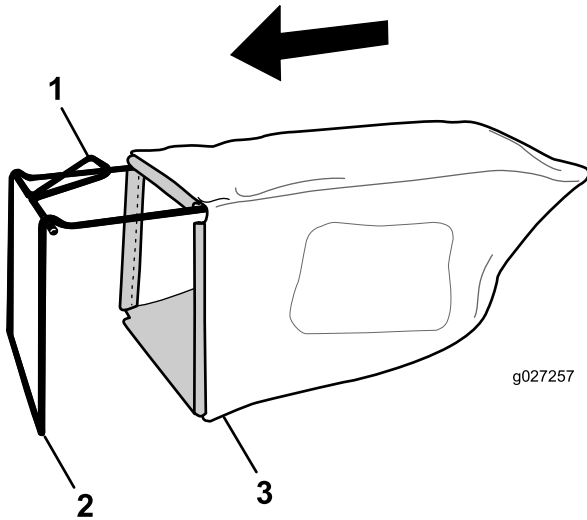

Figure 9
7. Vérifiez le niveau d'huile indiqué par la jauge (Figure 9).
1. Glissez le bac sur l'armature, comme montré à la Figure 9.
Remarque: Ne passez pas le bac par dessus la poignée (Figure 9).